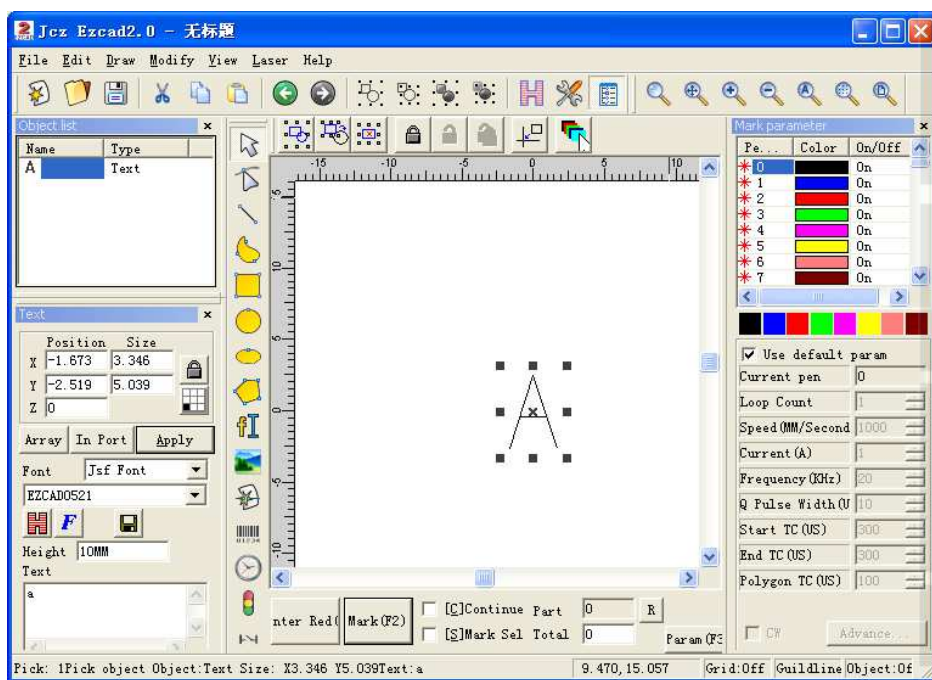

Рис. 5-24. Новый символ «а».
Выйдите из диалога шрифтов JSF - перезапустите программу. Создайте текстовый объект - Выберите «шрифт JSF» в списке шрифтов столбца атрибутов Текста - Выберите вновь созданный шрифт EZCAD0521 – Введите «а» в текстовом поле - Нажмите «Применить».. Далее, как и требовалось, можно редактировать графику символа «а», Рис. 5-24.
3. Нажмите кнопку «Update font file» (обновить файл шрифта), появится окно диалога, показанное на Рис. 5-24. В нем можно исправить название шрифта, высоту и ширину двойного и одинарного символов, отношение занижения, штриховку и т.д.